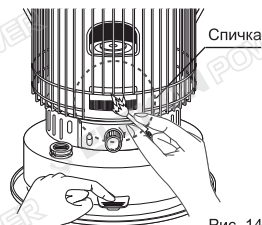

Рис. 14
- Приподнимите камеру сгорания, используя ручку поджига (Рис. 14).